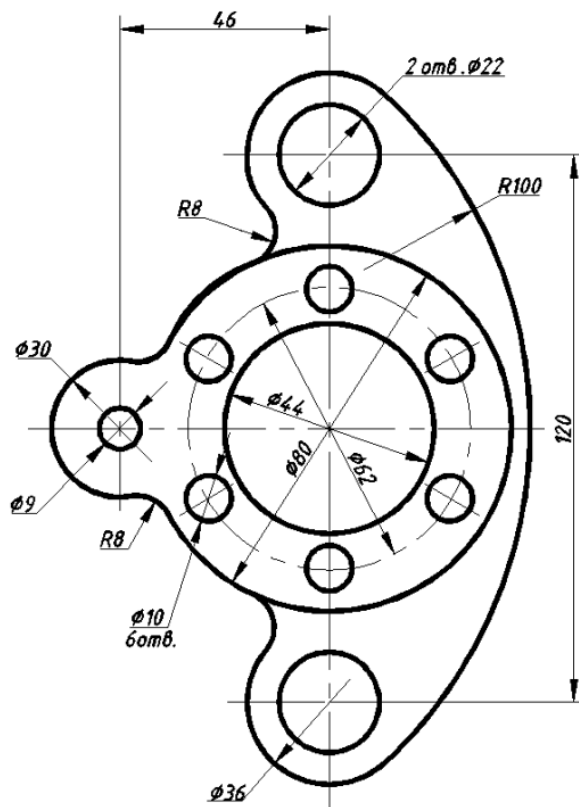

Рисунок 8.16 – Розміри деталі
14. Обрати шар розміри та проставити необхідні вертикальні і горизонтальні лінійні розміри на кресленні за допомогою команди **РЗМЛИНЕЙНИЙ** та радіальні розміри – **РЗМДИАМЕТР** і **РЗМРАДИУС** (рис. 8.16).